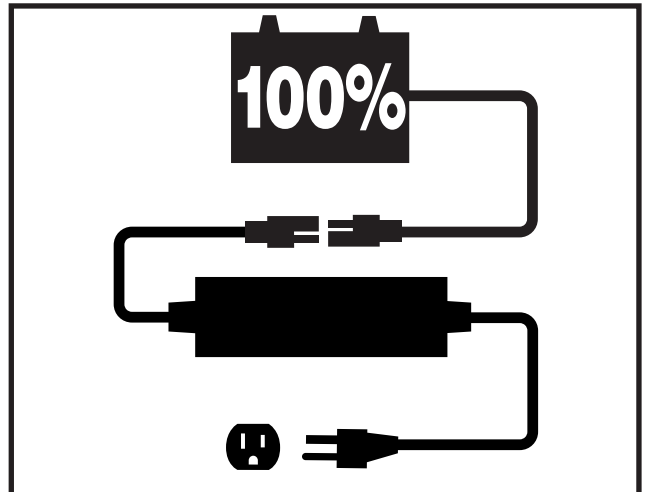

Figure 22. Recharge des batteries
2. Branchez le cordon d'alimentation du chargeur dans le réceptacle situé dans le bas du boîtier, puis branchez l'autre connecteur du cordon dans la prise électrique. **Voir la figure 22.**